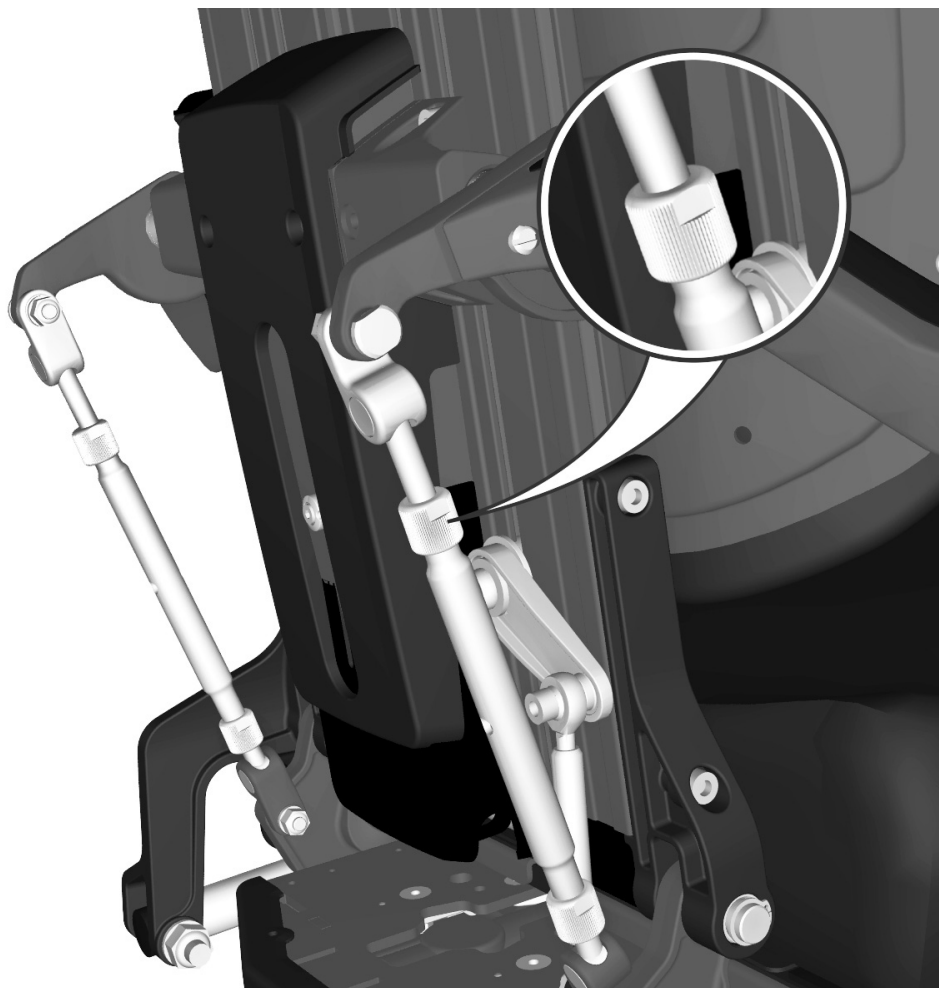

Abbildung 202. Armlehnenwinkel durch Drehen der Einstellstangen einstellen. Die Einstellung der Einstellstangen wird durch Gegenmuttern fixiert.
1. Gegenmutter an der jeweiligen Einstellstange lösen. Siehe Abbildung. 202.
2. Armlehnenwinkel durch Drehen der Einstellstangen einstellen. Siehe Abbildung. 202.
3. Gewünschte Position durch Festziehen der Gegenmutter fixieren. Siehe Abbildung. 202.